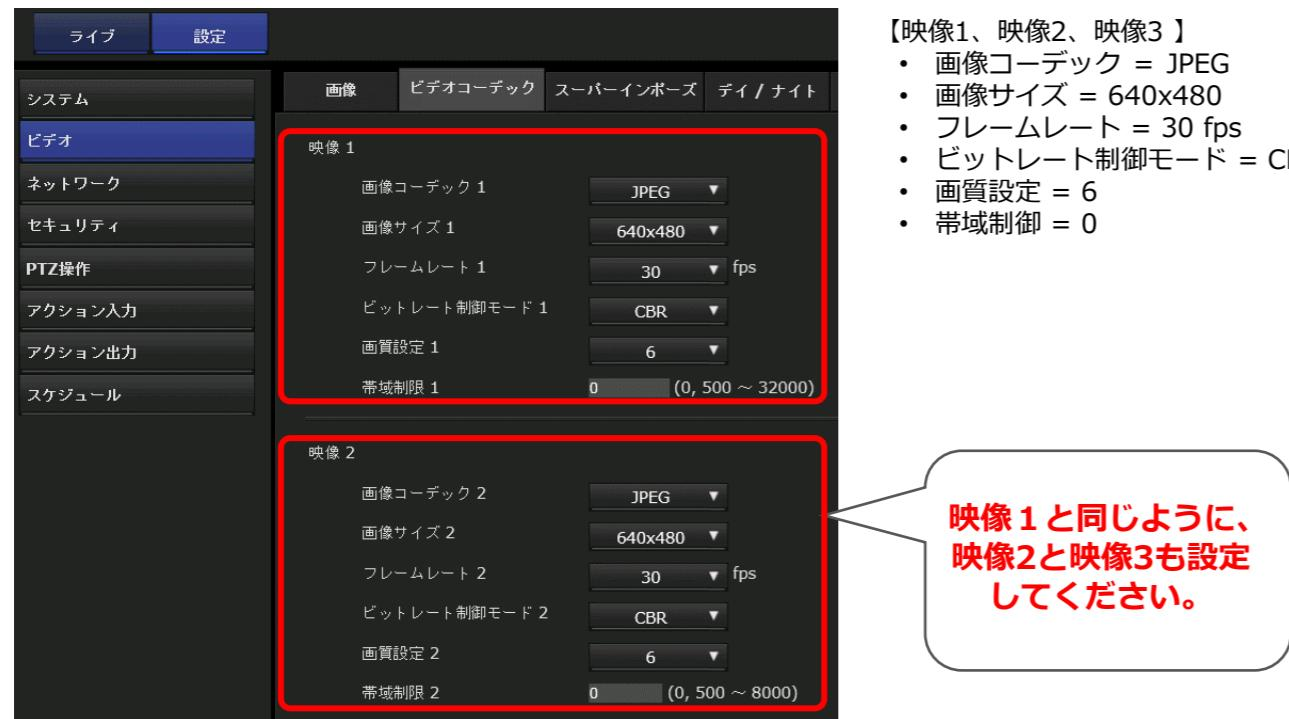

図3 ビデオコーデックの設定
(1) ビデオメニューより、ビデオコーデックの映像1、映像2、映像3を以下の通りに設定する。（図3）